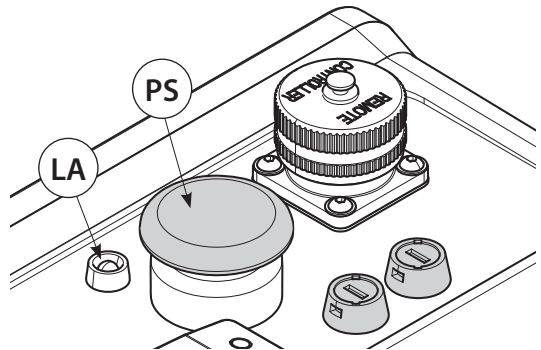

FIG. 3
- En caso de necesidad, apretar a fondo el botón mecánico de descarga (PS) Fig. 3 situado sobre la bomba al fin de obtener el retorno del aceite en el depósito independientemente del estado de la red eléctrica.
La bomba está equipada con un sistema de diagnóstico; el encendido del led amarillo (LA) Fig. 3 señala eventuales anomalías de funcionamiento **con consiguiente bloqueo de la bomba**.
- EL ENCENDIDO DEL LED AMARILLO señala la intervención de la protección térmica en el interior del motor eléctrico, debido normalmente a un empleo intensivo y prolongado de la bomba. Para restablecer el funcionamiento de la bomba, esperar el enfriamiento del motor por lo tanto apagarla y reenchufarla actuando sobre el interruptor general (IG).
- EL LED AMARILLO intermitente señala el fallido logro de la presión de ejercicio dentro de 90 segundos de funcionamiento continuo. En tal caso se aconseja averiguar el nivel del aceite en el depósito de aceite o eventuales pérdidas de aceite durante el funcionamiento además de los acoplamientos entre bomba y cabeza hidráulica. Para restablecer el funcionamiento de la bomba, apagarla y reactivarla actuando sobre el interruptor general (IG), o pulsar el botón de descarga de presión sobre el mando manual.